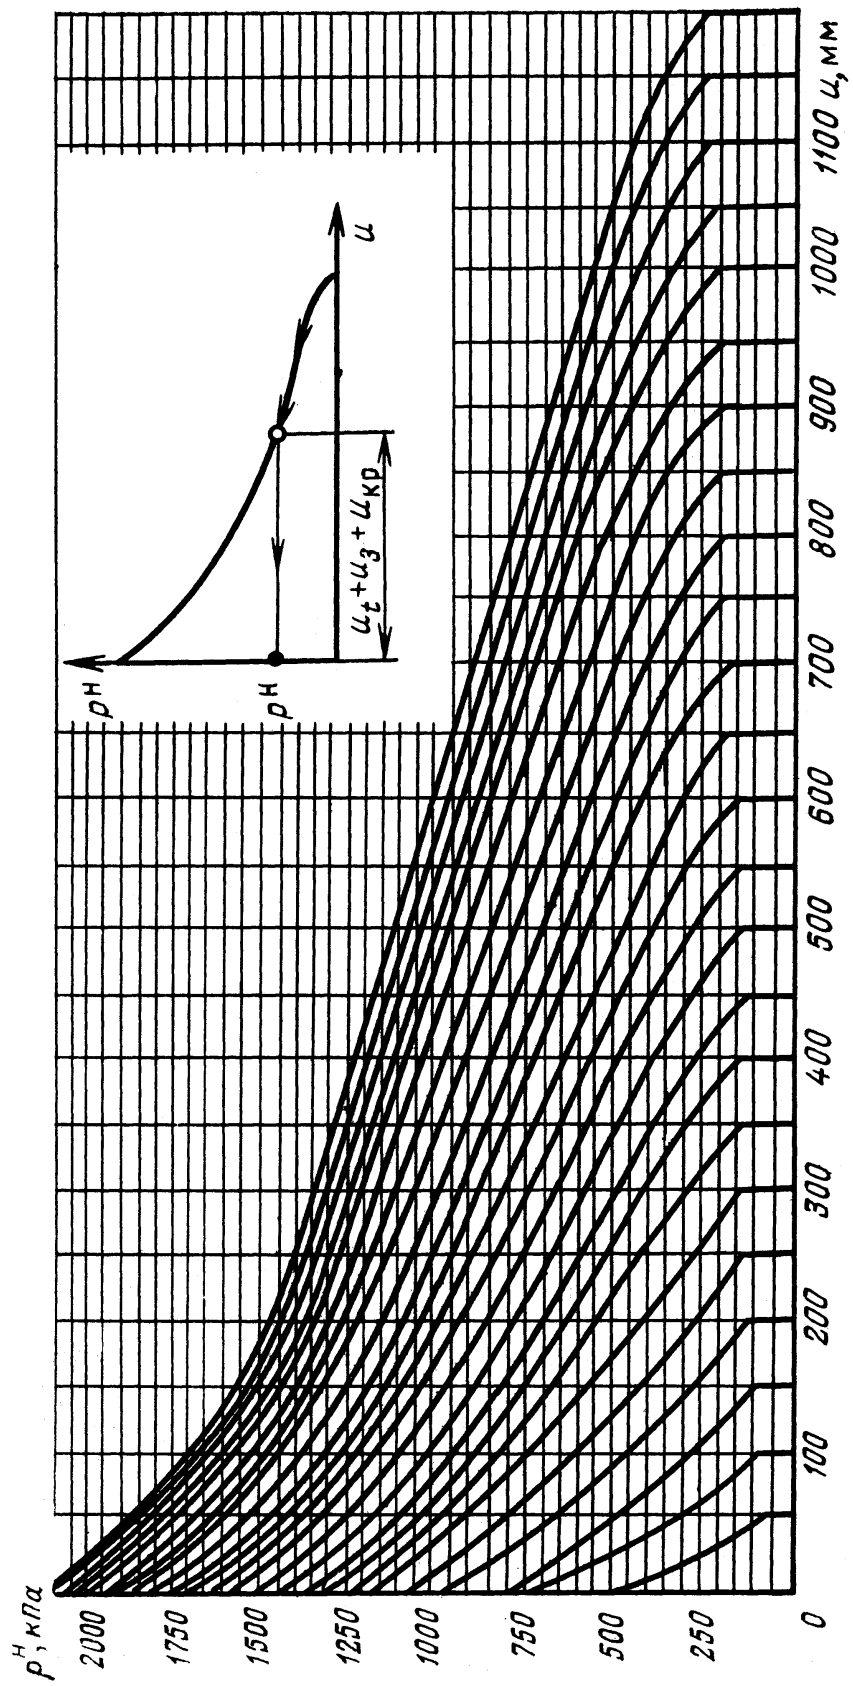

Рис. 4. Номограмма для определения нормативной нагрузки на крепь:
7. Нормативные нагрузки на крепь устанавливаются в полном соответствии со СНиП П-94-80 по расчетным  $U$  и суммарным  $U_{\text{сум}}$  смещениям по номограмме, приведенной на рис. 4.